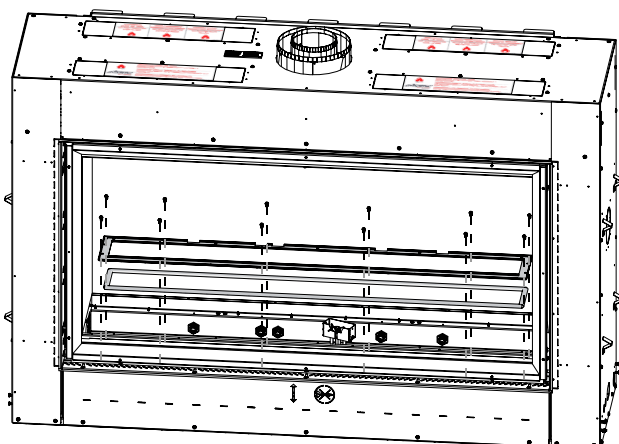

Fig. 2
5. Retirez le support du lit de braises et la vitre en enlevant les vis de fixation et en les soulevant de l'appareil (**Fig. 2**).